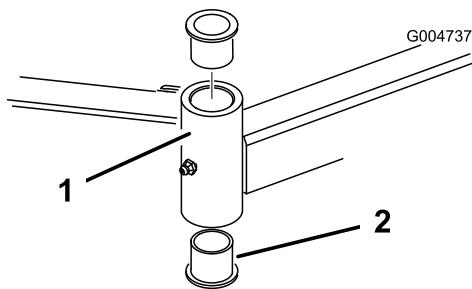

Figure 96
4. Insérez un chasse-goupille dans le haut ou le bas du tube de montage et chassez la bague hors du tube (Figure 96). Chassez ensuite l'autre bague. Nettoyez l'intérieur des tubes de montage.